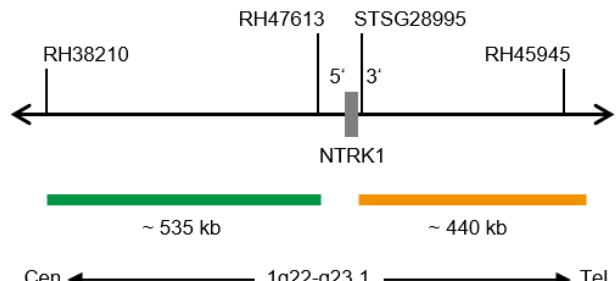

Fig. 1: SPEC NTRK1 Mapa da sonda (sem escala)
- Polinucleótidos (~10 ng/μl) com marcação ZyGreen (excitação 503 nm/emissão 528 nm), dirigidos ao mapeamento de sequências alvo em 1q22-q23.1* (chr1:156,245,849-156,781,745) proximais à região de quebra do NTRK1 (ver Fig. 1).
- Polinucleótidos (~4.5 ng/μl) com marcação ZyOrange (excitação 547 nm/emissão 572 nm), dirigidos ao mapeamento de sequências alvo em 1q23.1* (chr1:156,854,527-157,296,918) distais à região de quebra do NTRK1 (ver Fig. 1).